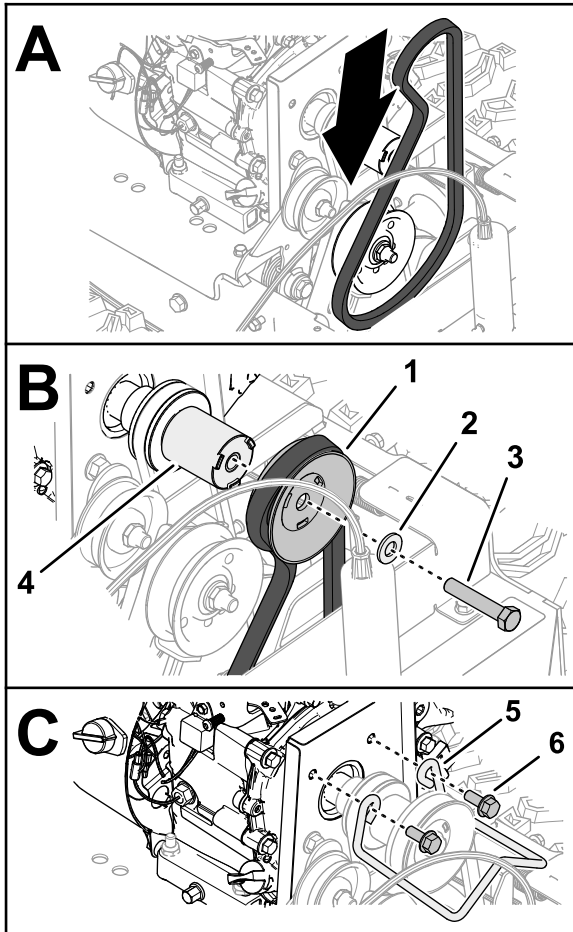

Bild 45
2. Ziehen Sie den 96 cm Treibriemen in die Nut der Antriebsriemenscheibe (Bild 45).
3. Fluchten Sie den Riemen in der hinteren Nut der Riemenscheibe der Kehrbürste aus (Bild 45).
4. Montieren Sie die Riemenscheibe der Kehrbürste auf das Distanzstück der Riemenscheiben (Bild 45).
5. Befestigen Sie die Riemenscheibe und das Distanzstück an der Antriebswelle (Bild 45) mit der Kopfschraube ($\frac{3}{8}$ " x 2").
7. Montieren Sie die Riemenführung mit zwei Bundkopfschrauben am Motor (Bild 45).